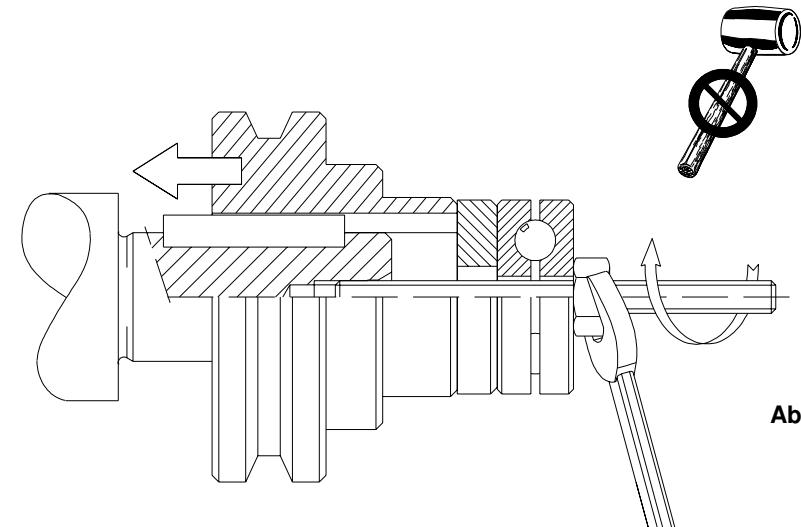

Abb. 1
- Zur Montage der unterschiedlichen Antriebsteile (Riemscheiben, Zahnräder, Kupplungen usw.) auf den Wellen sind die vorgesehenen Gewindebohrungen oder Aufziehvorrichtungen zu verwenden, so daß eine einwandfreien Montage ohne Beschädigung der Lager oder der Außenteile des Getriebes gewährleistet ist (Abb. 1).